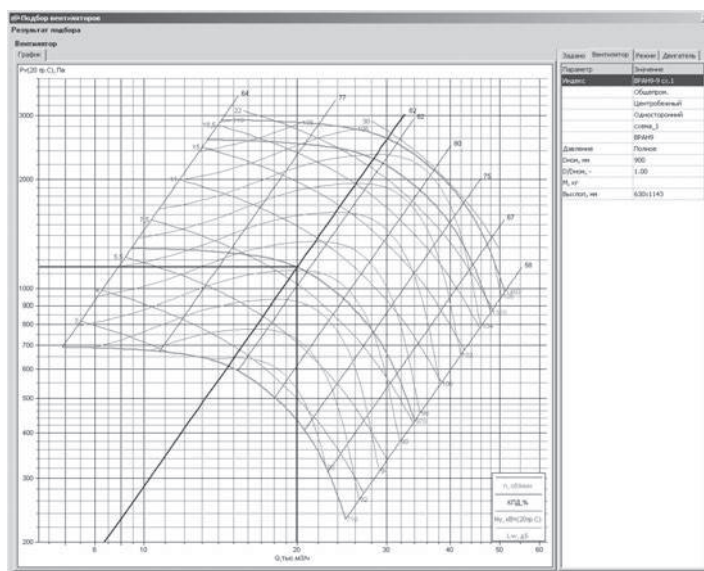

Рис. 10
5. Диалоговое окно подбора вентиляторов представляет процесс подбора вентиляторов в виде следующих основных этапов: первый этап — ввод исходных данных (рис. 8); второй этап — просмотр списка вентиляторов, удовлетворяющих условиям подбора, и выбор варианта решения (рис. 9); третий этап — просмотр полных данных по результатам расчета (рис. 10). За каждый этап отвечает самостоятельная диалоговая панель, смена этапов осуществляется нажатием кнопок «Далее» и «Назад». Если на последнем этапе диалог закончен нажатием кнопки «OK», вариант подбора попадает в список выполненных расчетов.